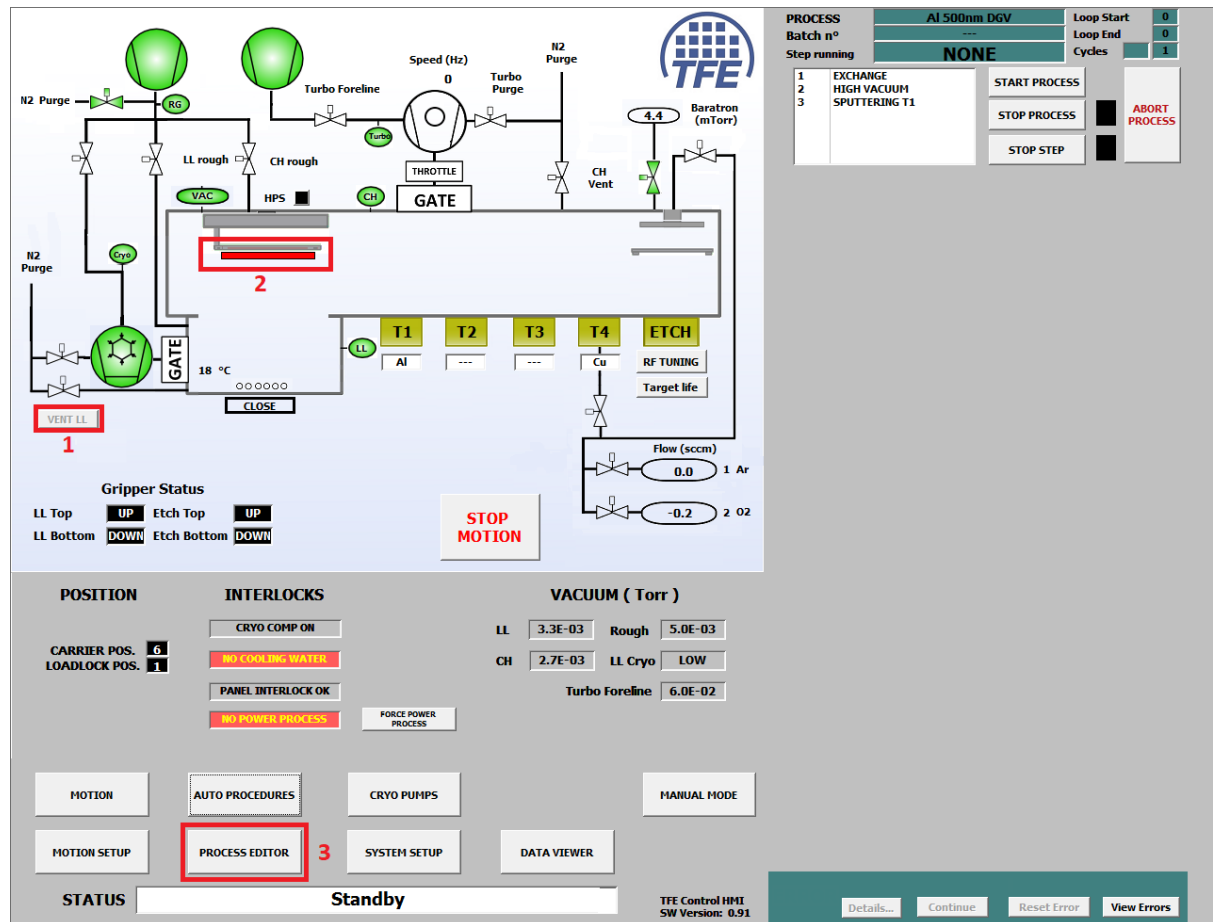

Figure 3 : Synoptique
- Sur le synoptique (figure 3), cliquer sur VENT LL (1) pour ventiler le SAS afin de permettre l'ouverture de la porte pour récupérer la palette.
- Positionner le ou les substrats sur la palette puis les fixer. Positionner la palette dans les encoches du rail dans le SAS d'introduction. Vérifier le bon positionnement de celle-ci à l'aide des doigts mais aussi sur le logiciel (la représentation de la palette (2) sur le synoptique passe au vert lorsque celle-ci est bien positionnée).